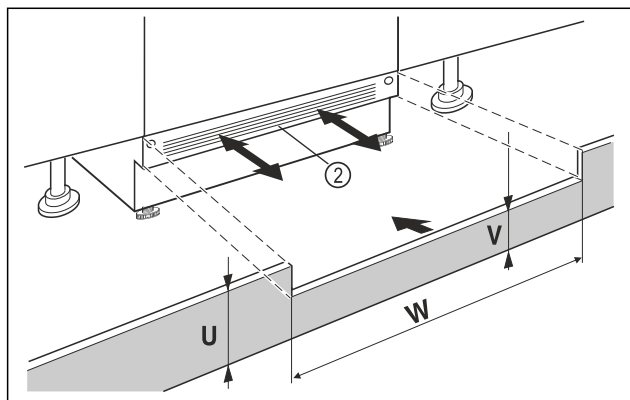

Fig. 98 Reprezentare exemplificatoare
- Așezați dar nu fixați încă masca postamentului aparatului Fig. 98 (2).
- Dacă masca postamentului Fig. 98 (2) este vizibilă, trageți-o spre înainte, astfel încât marginea frontală a grilajului de ventilare și masca postamentului mobilierului să formeze un plan.
- Dacă masca postamentului Fig. 98 (2) este acoperită, glisați-o complet spre înapoi.
- Acordați atenție fantelor de ventilare complet libere: Dacă este necesar, tăiați corespunzător înălțimea măștii postamentului mobilierului Fig. 98 (U)!
- Adaptați înălțimea pragului Fig. 98 (V) sub masca postamentului aparatului Fig. 98 (2) de-a lungul lățimii nișei Fig. 98 (W).